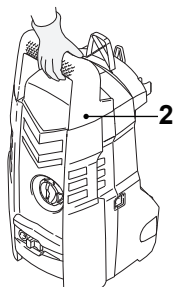

Fig. 32
3. Transporte sempre o aparelho pela pega (2) (Fig. 32).